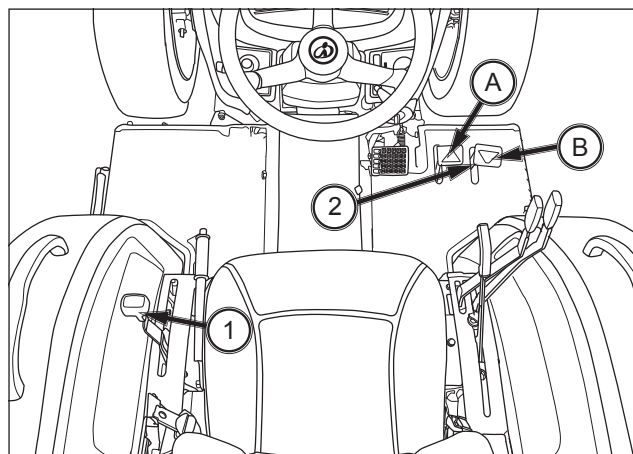

FIG. 58
FIG. 58 et 59 : le levier de changement de gamme de vitesses (1) permet 3 changements de vitesses au sol principaux.